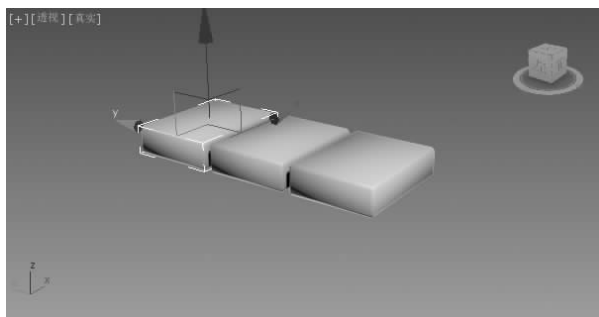

图 3.37 阵列效果
(5) 设置完成后,选择“确定”按钮,阵列完成后的效果如图 3.37 所示。